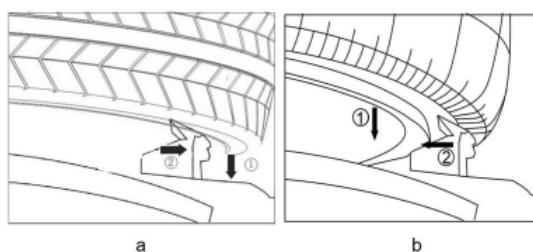

Abb.20
- Bei Innenklemmung: Ziehen Sie die Backen zusammen, platzieren Sie das Rad auf der Drehscheibe und drücken Sie das Pedal B, um es zu klemmen (Abb.20-a).
- Bei Außenklemmung: Spreizen Sie die Backen nach außen (2-3 cm vom Rand der Felge entfernt) und platzieren Sie das Rad auf der Drehscheibe. Drücken Sie den Hebel für das Heben/Senken, um die Felge nahe an den Backen zu halten, und drücken Sie das Pedal B, um sie zu klemmen (siehe Abb.20-b).